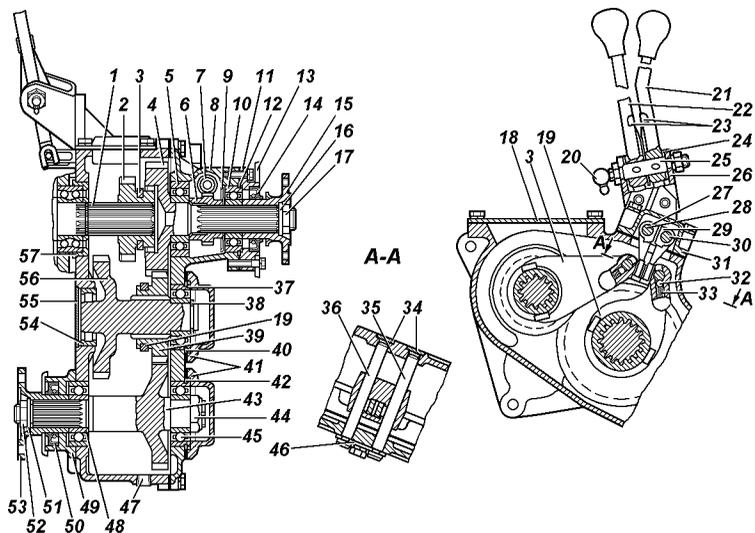

Рис. 5.10. Раздаточная коробка:
**Раздаточная коробка** (рис. 5.10) распределяет крутящий момент между ведущими мостами. Кроме того, дополнительная понижающая передача раздаточной коробки позволяет увеличить силу тяги на ведущих колесах и расширить диапазон передач трансмиссии до восьми передач вперед и двух назад.
**Промежуточный вал 56** (рис. 5.10) изготовлен за одно целое с промежуточной шестерней понижающей передачи и в задней части имеет эвольвентные шлицы для посадки шестерни включения переднего моста.
**Вал привода переднего моста 43** (рис. 5.10) передает крутящий момент на передний карданный вал и изготовлен за одно целое с ведомой шестерней.
**Механизм переключения** раздаточной коробки имеет две вилки 3 и 19 (рис. 5.10), входящие своими лапками в соединение с подвижными шестернями. Вилки переключаются по неподвижным штокам и снабжены пружинными фиксаторами. В штоках для фиксации положений имеются вырезы.